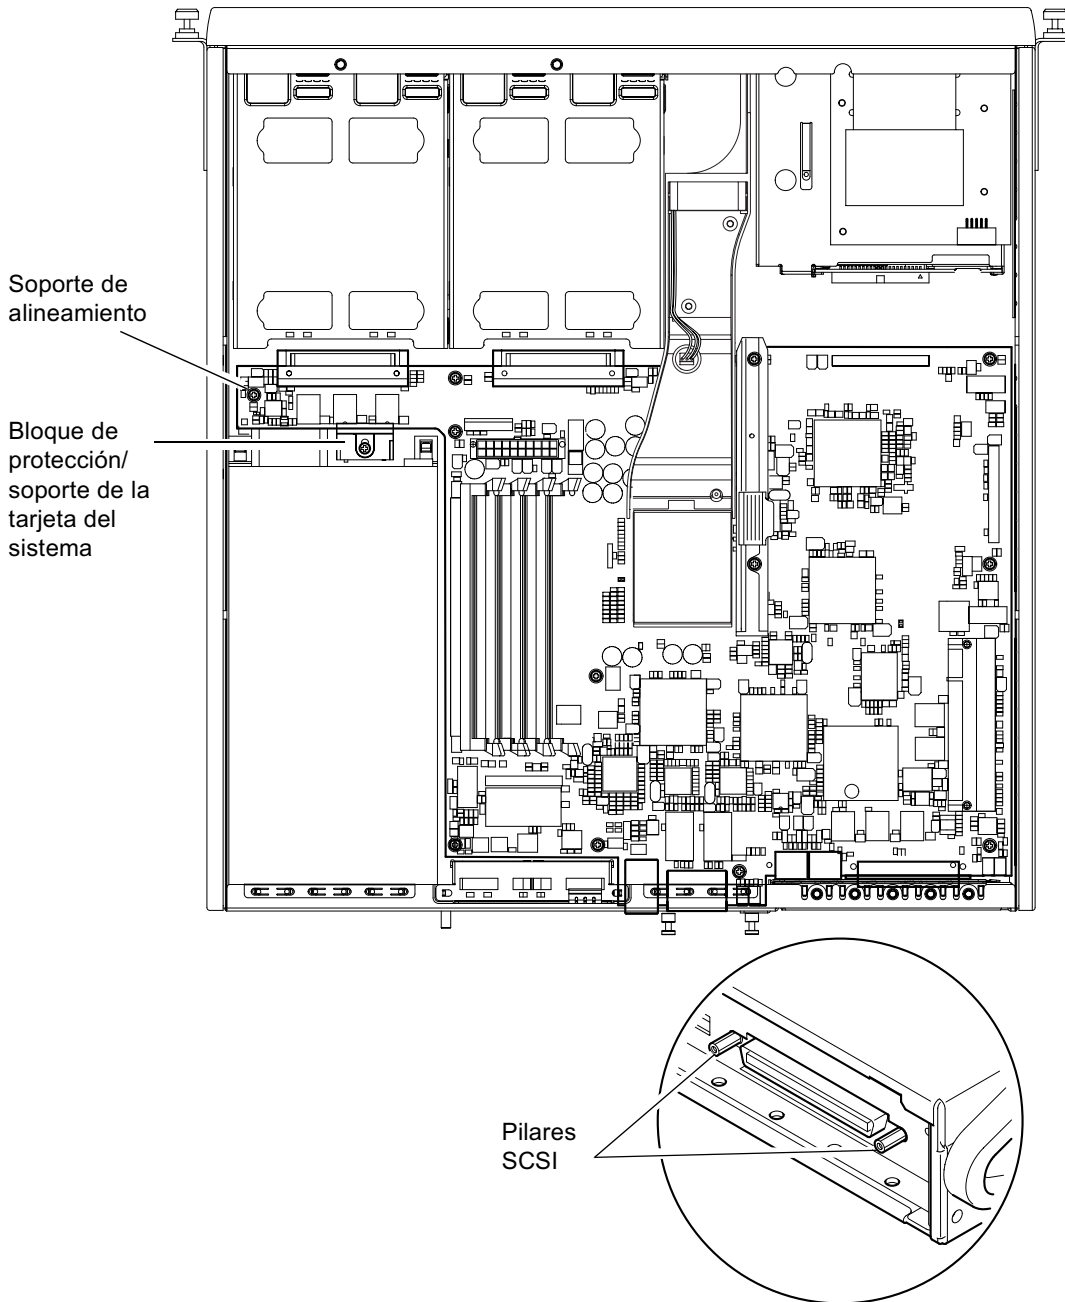

FIGURA 11-7 Tarjeta del sistema
10. Desatornille el bloque de protección y soporte de la tarjeta del sistema (entre la unidad de alimentación eléctrica y el compartimento 1 de unidad de disco duro) y deslícelo hacia atrás hasta llegar a la unidad de alimentación eléctrica (consulte la FIGURA 11-7).
11. Desatornille y extraiga la guía de la tarjeta PCI (consulte la FIGURA 11-7).
12. Desatornille todos los tornillos de fijación de la tarjeta del sistema (consulte la FIGURA 11-7).
13. Desatornille los pilares SCSI del panel posterior (consulte la FIGURA 11-7).
3. **Coloque la tarjeta del sistema en el soporte de alineamiento situado entre el ventilador de la unidad de alimentación eléctrica y el compartimento 1 de unidad de disco duro (consulte la FIGURA 11-7).**
4. **Introduzca los pilares SCSI (consulte la FIGURA 11-7) y vuelva a colocar los tornillos sin apretarlos.**
5. **Introduzca todos los tornillos de fijación de la tarjeta del sistema sin apretarlos (consulte la FIGURA 11-7). No coloque ningún tornillo en los orificios de la guía de la tarjeta PCI.**
12. Empuje el bloque de protección y soporte de la tarjeta del sistema hacia adelante hasta que quede acoplado en la tarjeta del sistema (consulte la FIGURA 11-7).